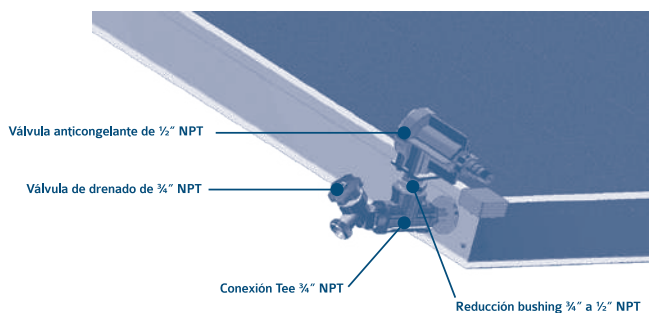

Fig. 5
- "PRECAUCIÓN EL AGUA PUEDE ESTAR CALIENTE" Ver Fig.5.
- a. Cierre la válvula de drenado. Ver Fig. 5.
Es conveniente drenar (Ver Fig. 5) el sistema cada 3 meses, con la válvula de drenado que se encuentra en la parte inferior del Colector Solar en lado opuesto a la entrada de agua proveniente del termotanque. Cuando el sistema no sea usado por periodos prolongados (vacaciones, etc. más de 7 días), asegúrese de cubrir el Colector con una lona térmica o material resistente a la radiación solar. Su producto requiere de una válvula de anticongelamiento (no incluido) de drenado automático de agua para que en invierno o cuando existan bajas temperaturas (menores a 6°C en el colector solar) el agua no se congele dentro del colector y pueda ocasionar daños.*